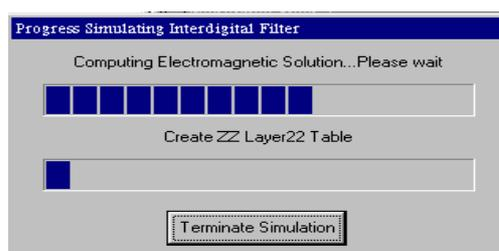

Рис. 2.12. Окно прогресса моделирования
3. Выберите **Simulate > Analyze**. Индикатор процесса расчета (рис. 2.12) показывает частоты, на которых выполняется решение пошагово и процесс решения электромагнитного моделирования.